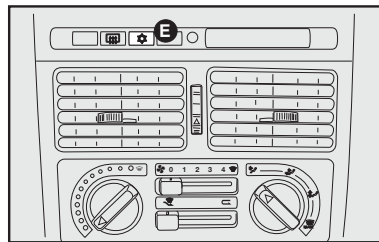

fig. 36
MANDOS - fig. 35 y fig. 36
E - Botón para activar/desactivar el aire acondicionado **fig. 36**.
- 4) Aire acondicionado: presione el pulsador  **E-fig. 36** y mueva el cursor **D-fig. 36** hasta la posición .